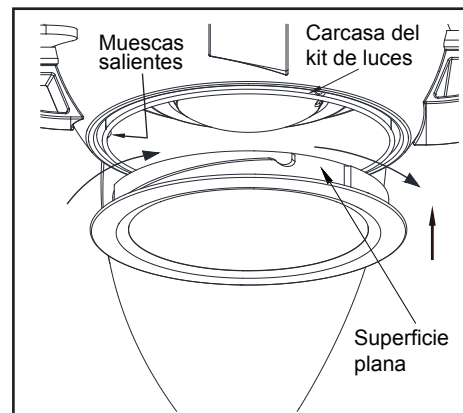

Figura 15
5. Coloca el tazón resistente a impactos dentro de la carcasa del kit de luces alineando las tres áreas planas en la parte superior del tazón con las tres muescas salientes en la carcasa. Gira el tazón resistente a impactos hacia la derecha hasta que se detenga. (Figura 15)